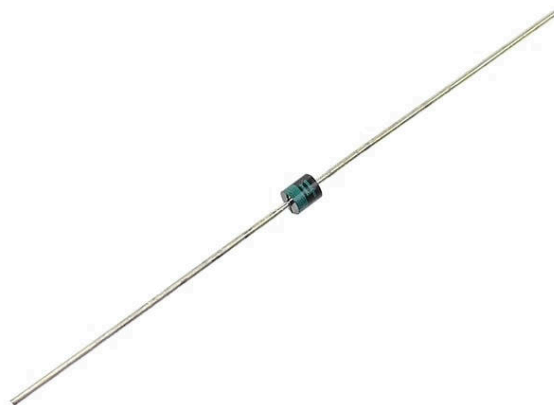

図 17: ダイオード
1.5 図 17 の電子部品（ダイオード 11EQS04）を次のような点から調べなさい。